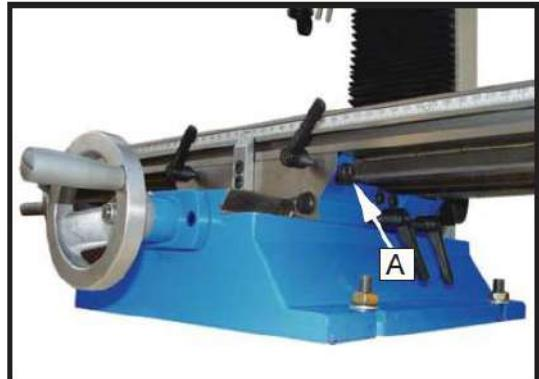
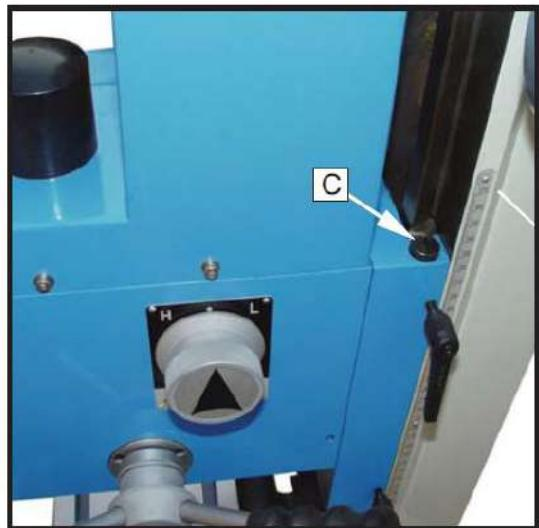

Рис. 17
Рис. 18
1. Винт регулировки горизонтального клина (A, Рис. 17) расположен в правой задней части стола. Винт регулировки поперечного клина (B, Рис. 17) расположен на правой стороне суппорта под столом. Винт регулировки вертикального клина (C, Рис. 18) расположен на стойке.